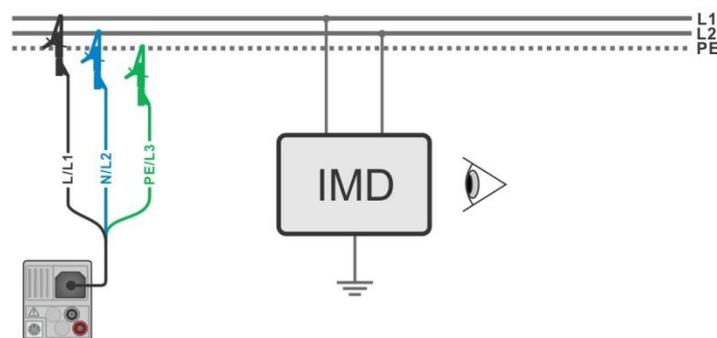

Abbildung 7.72: Anschluss mit 3-Leiter-Messleitung
- › Schließen Sie die Prüflleitungen am Prüfling an, siehe **Abbildung 7.72**.